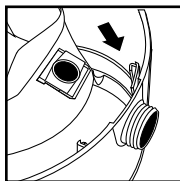

FIGURE 34
48. Faites glisser le déflecteur avec le sac filtre attaché dans le guide du déflecteur. **FIGURE 34.**